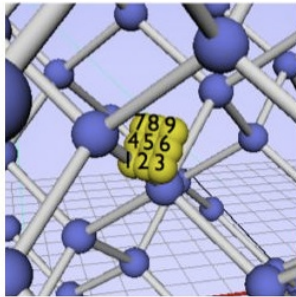
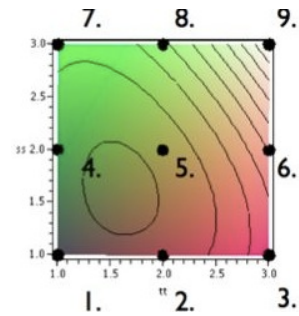

図 5: Si 原子の間に O 原子を9カ所指定して挿入した模式図.
図 6: 断熱ポテンシャル平面.
**断熱ポテンシャル平面** 内部緩和を用いて原子を動かし，複数の点で第一原理計算をすることによって，ポテンシャルエネルギーの等しい場所を求められる．例えば，Si 中の O 原子の侵入位置を特定する計算 (3.2 節に詳述) の場合，図5のように O 原子の配置位置を9カ所定めて第一原理計算を行う．ここで VASP は断熱近似を用いている．これを用いることで原子と電子の運動を分けて考えることが可能となり，原子の持つポテンシャルエネルギーを，原子の座標にのみ依存する電子からのエネルギーと原子間の相互作用エネルギーの和で表せる．このように断熱近似を用いて表される原子のポテンシャルエネルギーを断熱ポテンシャルという．この断熱ポテンシャルから得られる等高線図のような図6を断熱ポテンシャル平面と呼ぶ．